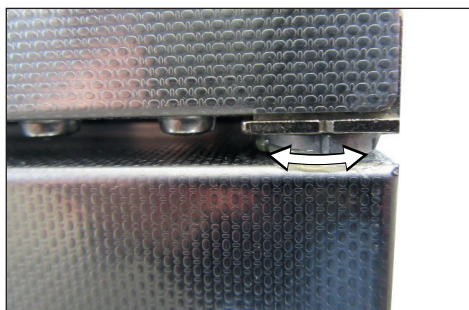

Рис. 18 Поверните буртик опоры за шлиц
2. При необходимости шлицевой отверткой поверните опору (эксцентрик) двери по часовой стрелке или против часовой стрелки (Рис. 18).